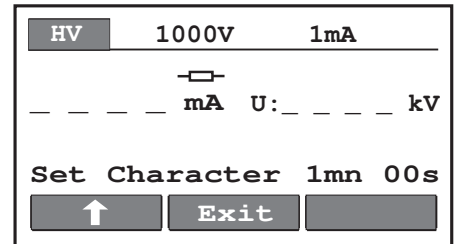

Abb.5 - Auswahlmenü für Prüfstromart
- Auswahl des angezeigten Prüfstroms (Abb. 5)